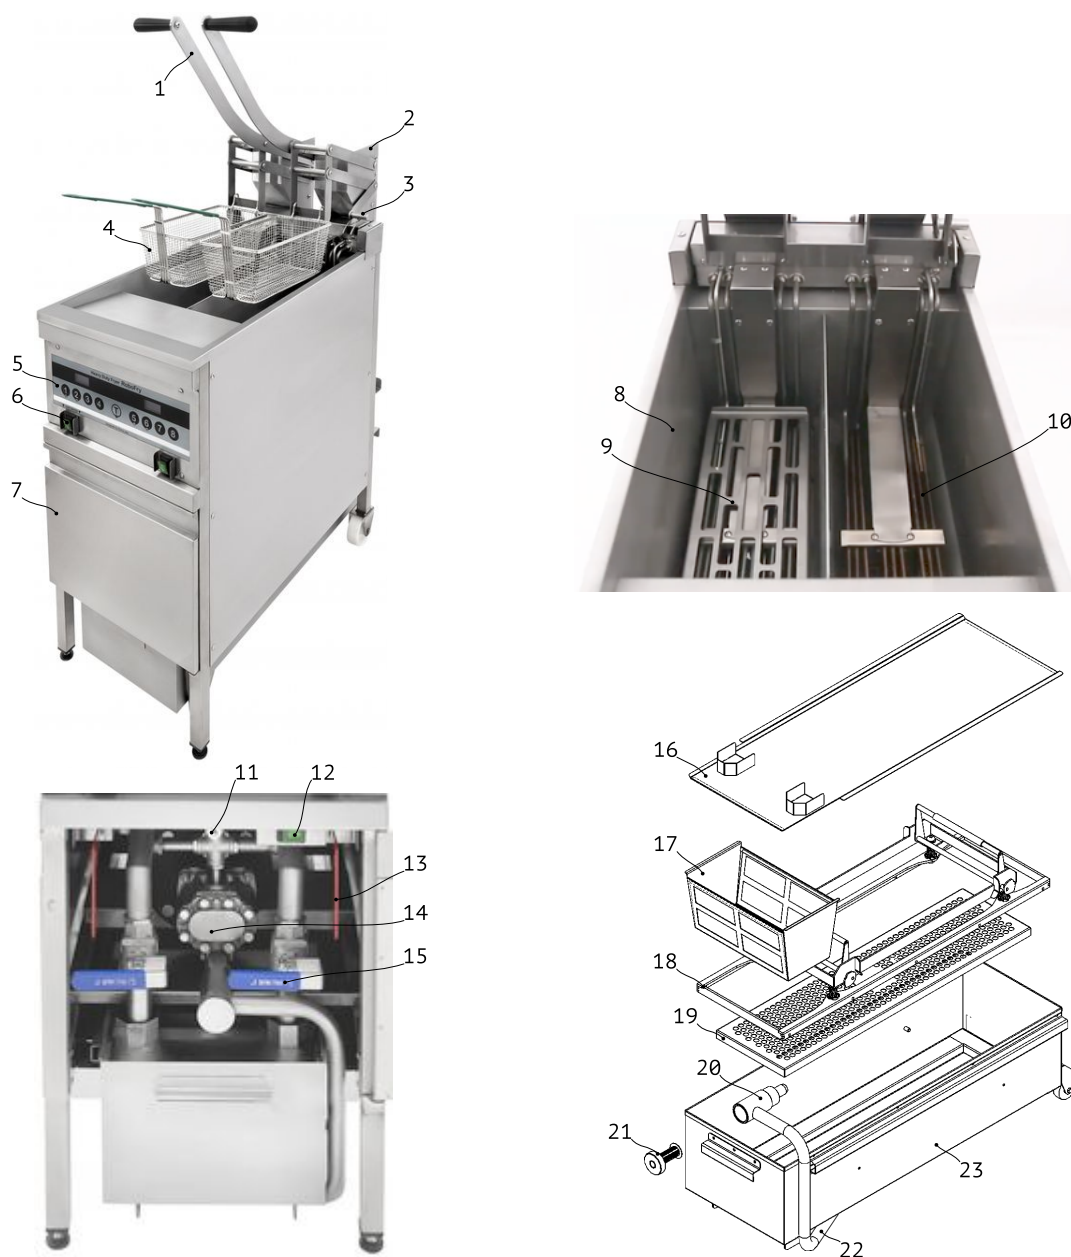

Рисунок 1
Изделие состоит из следующих основных компонентов см. Рис. 1.
4. Извлеките дежу и разберите её на составные элементы, см. Рис. 1. Тщательно промойте все элементы дежи, удалите лишнюю влагу и соберите дежу, установив сменный фильтр между прижимом и вставкой перфорированной. Установите дежу на место, направьте патрубок каждого сливного крана вертикально вниз в дежу.
2. Убедитесь, что дежа установлена на место, а патрубок каждого крана слива (см. Рис. 1) смотрит в дежу.
3. Установите выключатель нагрева в положение (I). На дисплее должно появиться сообщение **HEAT**.
5. Установите выключатели нагрева каждой ванны в положение (O).